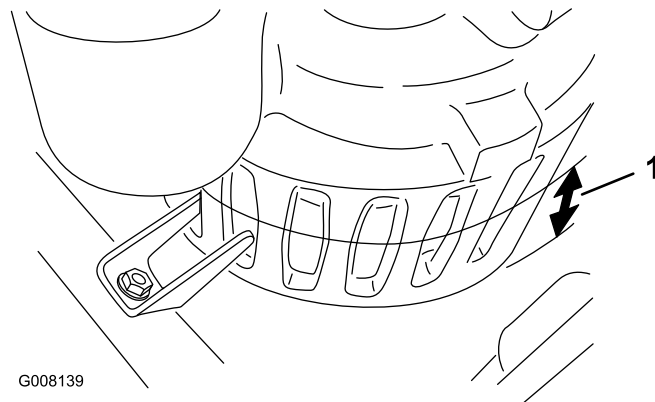

図 8
1. バンカーの一番低い場所で、水の深さを測る。水深が63.5mmポンプのスロットの半分の高さ以下である場合には、縦横各 30cm、深さ 57.5cm の穴を掘って、この穴の中にポンプをセットする図 8。